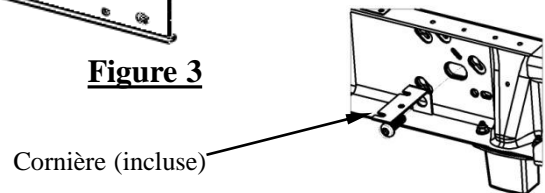

Figure 4c
7. Fixer les supports de cadre aux longerons du véhicule, comme illustré à la Figure 3. Insérer le boulon à tête ronde (6) dans la rondelle conique (4) puis par l'intérieur de la fente arrière du cadre du véhicule. Poser le support de montage (1), la rondelle conique (4), et l'écrou (3) et serrer à la main. Sur les camionnettes équipées d'une commande de frein d'origine, se reporter à l'étape 2 pour repositionner la fiche sur la cornière. Utiliser le boulon à tête ronde (6) pour fixer la cornière sur l'intérieur du cadre (voir Figure 4c), la cornière se place entre la rondelle plate et le cadre.
8. La fente avant du cadre de camionnette nécessitera d'utiliser le fil de tirage fourni (9) pour poser le boulon de carrosserie sur l'intérieur du cadre. Acheminer le bout enroulé du fil à travers la face extérieure du cadre, le tirant suffisamment pour relier le bloc d'espacement rectangulaire (8) et le boulon de carrosserie 5/8" (7) au fil. Faire revenir le fil dans le cadre pour poser le support de montage, la rondelle plate (4) et l'écrou (3). Visser l'écrou à la main.